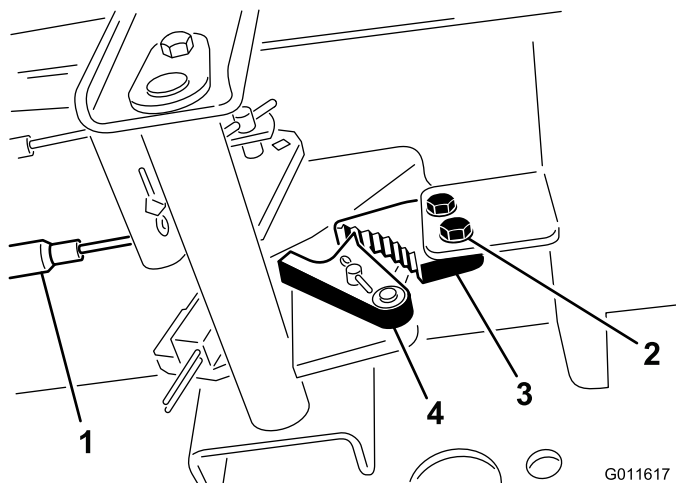

Figura 68
1. Afloje los 2 tornillos que fijan el trinquete del freno de estacionamiento al bastidor (Figura 68).
2. Pise el pedal del freno de estacionamiento hacia adelante hasta que la uña se engancha a fondo en el trinquete del freno (Figura 68).